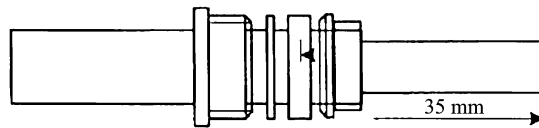

图 1-3-37 去掉电缆外护套
- (1) 先把锁紧螺母、垫圈、密封垫圈和密封垫片套在电缆上。
- (2) 去掉电缆外护套,长度为 35 mm,如图 1-3-37 所示。